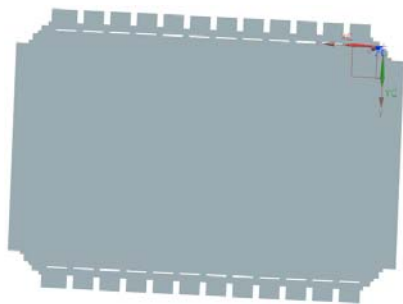

图 2-63 创建法向除料特征
(6) 在“法向除料”对话框中,单击<确定>按钮,创建法向除料特征,如图2-63所示。